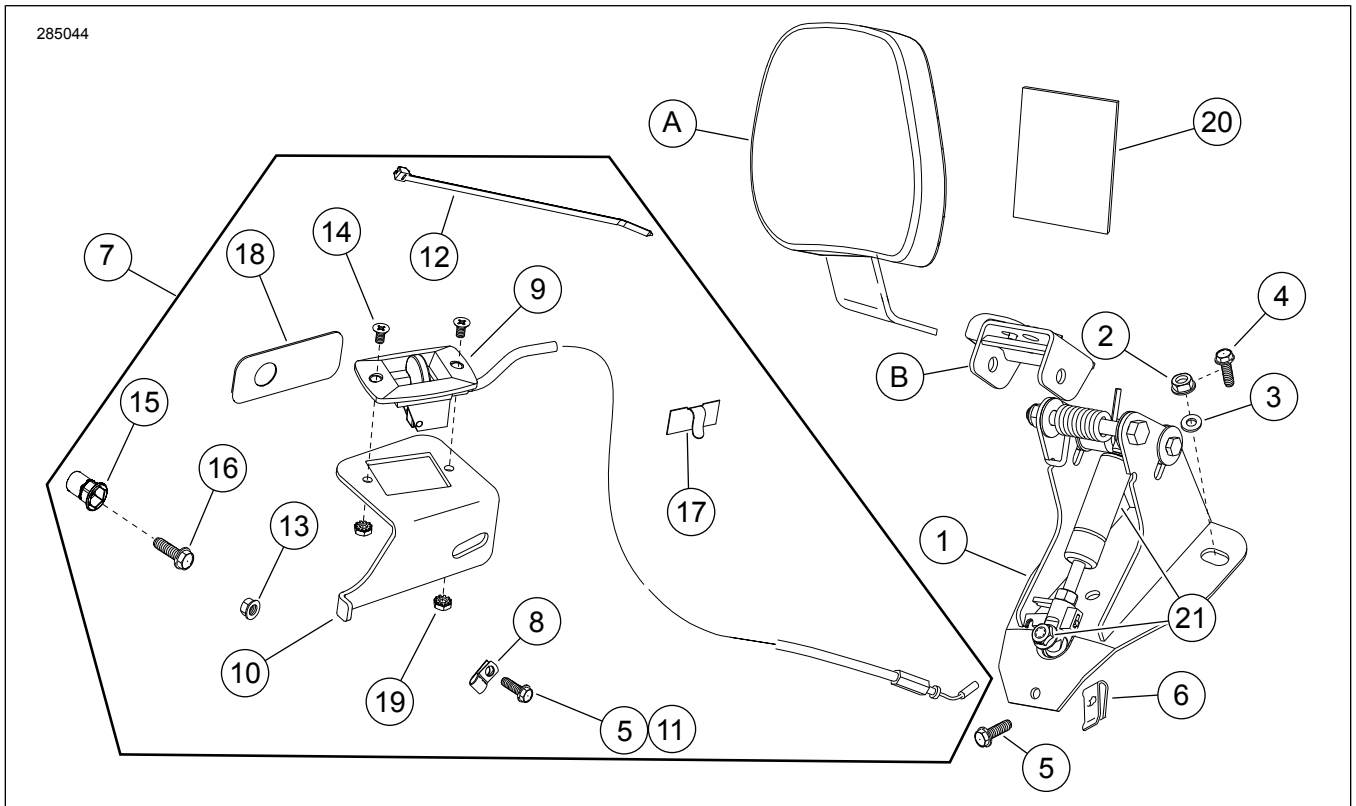

図14。交換用パーツ:アジャスタブルライダーバックレストマウントハードウェアキット
7. 「図14」を参照。キットからアクチュエーターハンドルブラケット(10)を取り出します。
8. 「図14」を参照。図に示すように、アジャストメントハンドルブラケット(10)の開口部に、ケーブル(アイテム9の一部)を挿入します。2本のスクリュー(5)を使用して、アジャストメントハンドル(アイテム9の一部)をブラケット(10)に取り付けます。スクリューはしっかりと締めますが、締め過ぎないでください。
15. エバポレーターキャニスタチューブ装備カリフォルニアモデル: 図14をご参照ください。キットから粘着テープ付きクリップ(17)を取り出します。アジャストメントハンドルブラケットの平らな部分の、イソプロピルアルコールを使用して標準プラスチックホースクリップを取り外したおおよその位置を清掃します。クリップをブラケットに取り付け、エバポレーターチューブをクリップを通して配線します。チューブをクリップでしっかりと留めます。
17. 「図3」を参照。図のように、付属のフラットヘッドスクリュー(3)で、バックレストアジャストメントハンドル(2)をアジャストメントハンドルブラケット(1)に取り付けます。(アイテム5、図14) スクリューをしっかりと締め付けます。
2. 1999年以降のモデル：図14をご参照ください。図のようにフランジナット(2)、ワッシャー(3)およびスクリュー(5)を使用してバックレストブラケット(1)を取り付けます。1997-1998年式モデル：ヘックススクリュー(4)およびワッシャー(3)を使用します。
4. 「図14」を参照。シートプロテクター(20)を取り出します。